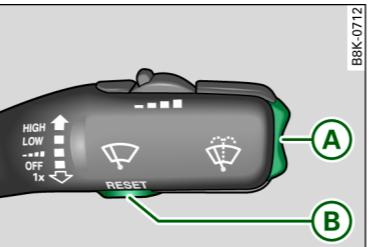

图 16 车窗玻璃雨刮操纵杆：车载计算机的操作元件
按 Reset 复位键 (B) ⇒ 第 27 页，图 16 可以在车载计算机 1 和 2 之间进行功能切换。
- 按功能选择开关的上部或下部 **A** ⇒ 图 16。这样就会依次显示解析出来的行驶信息。